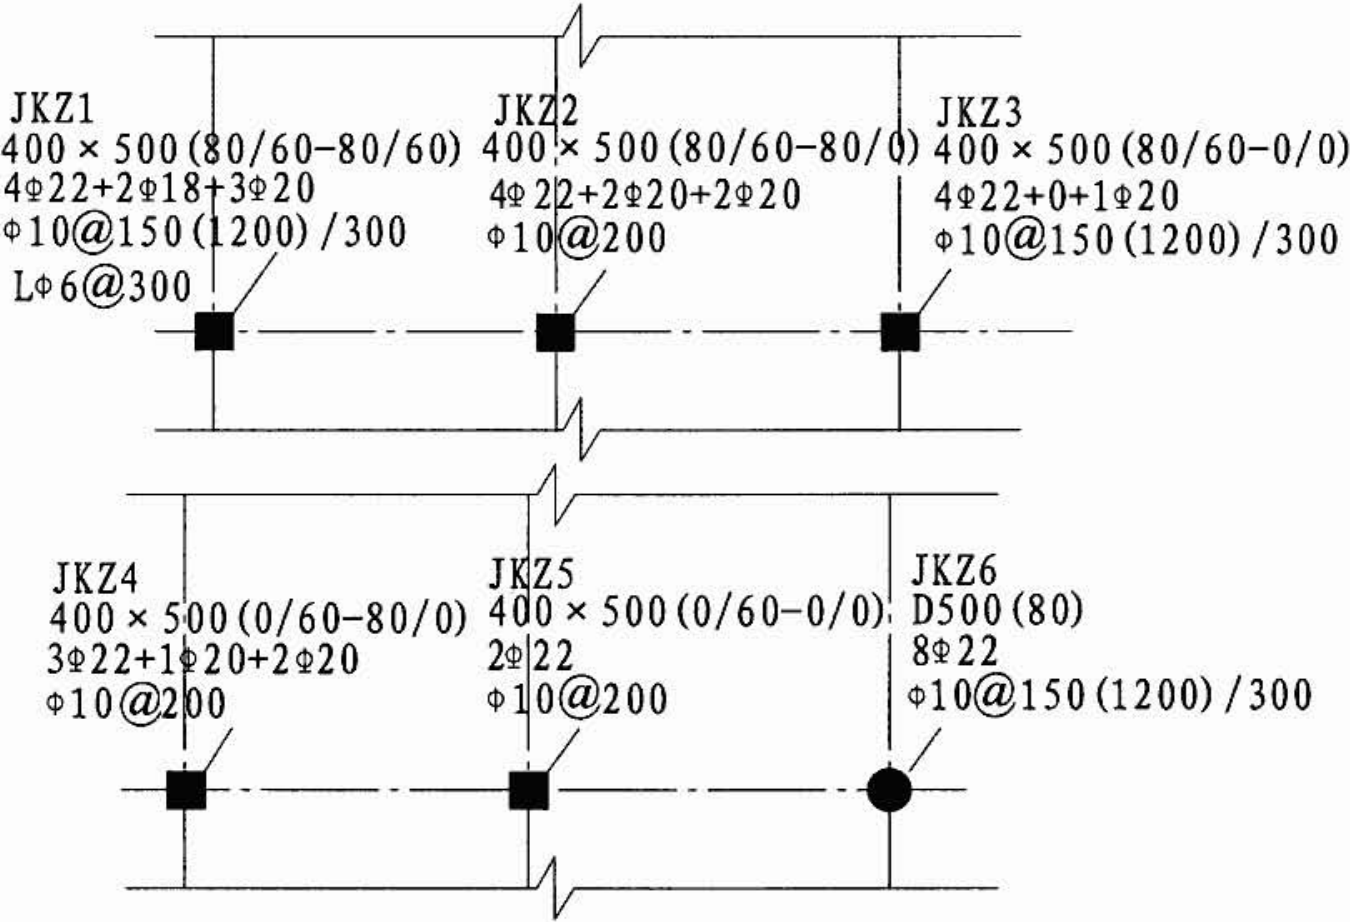

图 2.4.3 加大截面加固柱平面注写方法示例
2.4.3 加大截面加固柱施工图采用平面注写方法绘制时，应注写的内容包括：柱编号、原柱截面尺寸、加大截面后增加的厚度、新增纵筋和新增箍筋，见表 2.4.3 和图 2.4.3。
柱编号	见图 2.4.3
原柱截面尺寸及截面增加的厚度	见图 2.4.3
新增纵筋	见图 2.4.3。 例：4 ϕ 22+2 ϕ 18+3 ϕ 20，表示纵筋为 HRB335 钢，4 根角筋，直径为 22；沿宽度 b 方向截面中部配 2 根钢筋，直径为 18；沿高度 h 方向截面中部配 3 根钢筋，直径为 20
新增箍筋	见图 2.4.3
拉筋	见图 2.4.3